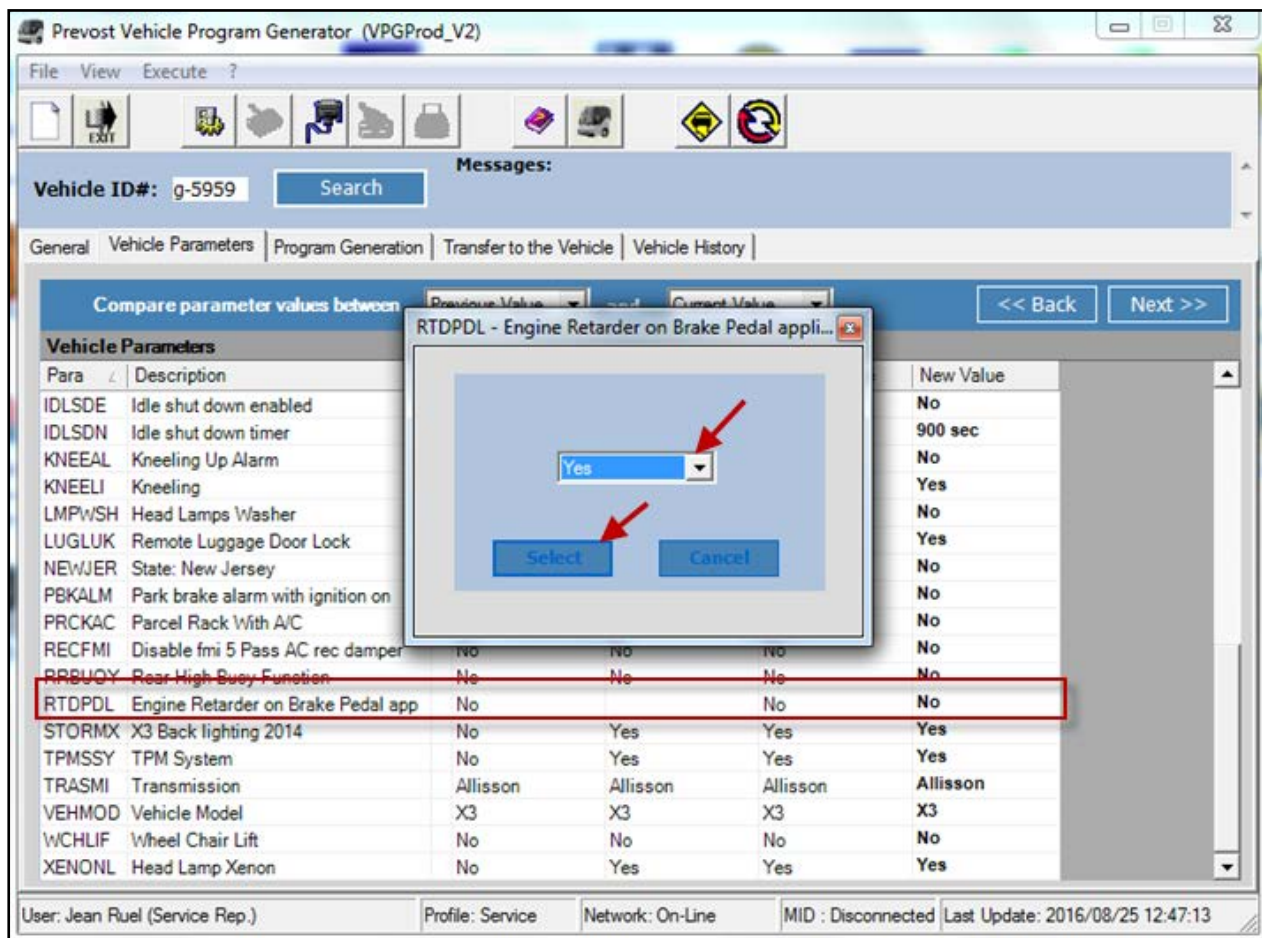

FIGURE 10
2. Changez la valeur du paramètre RTDPDL. La valeur initiale est NO, modifiez cette valeur pour YES en utilisant la liste déroulante, puis cliquez sur SELECT (FIGURE 10).